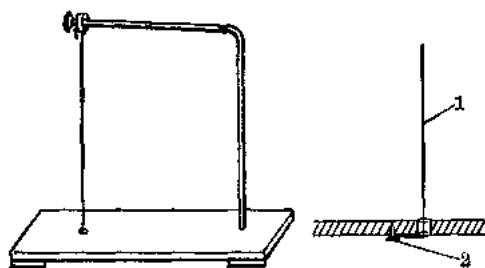

图 3
3. 在钢丝另一端，套上一个长约 5 毫米的小玻璃环（可用钢锉锉小玻璃管截取）（图 3）。